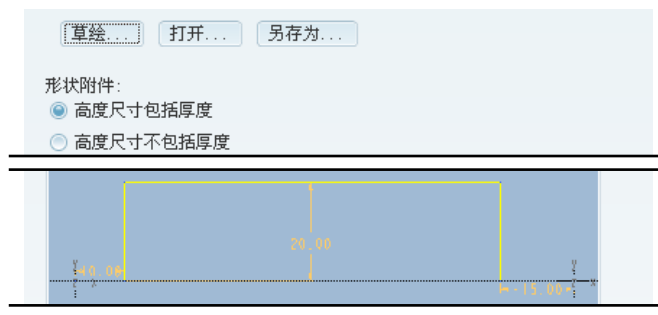

图 11.2.15 “形状”界面
Step6. 定义平整壁的形状尺寸。单击 **形状** 按钮，在系统弹出的界面中，分别输入数值 20.0、-10.0、-15.0，并分别按回车键，如图 11.2.15 所示。